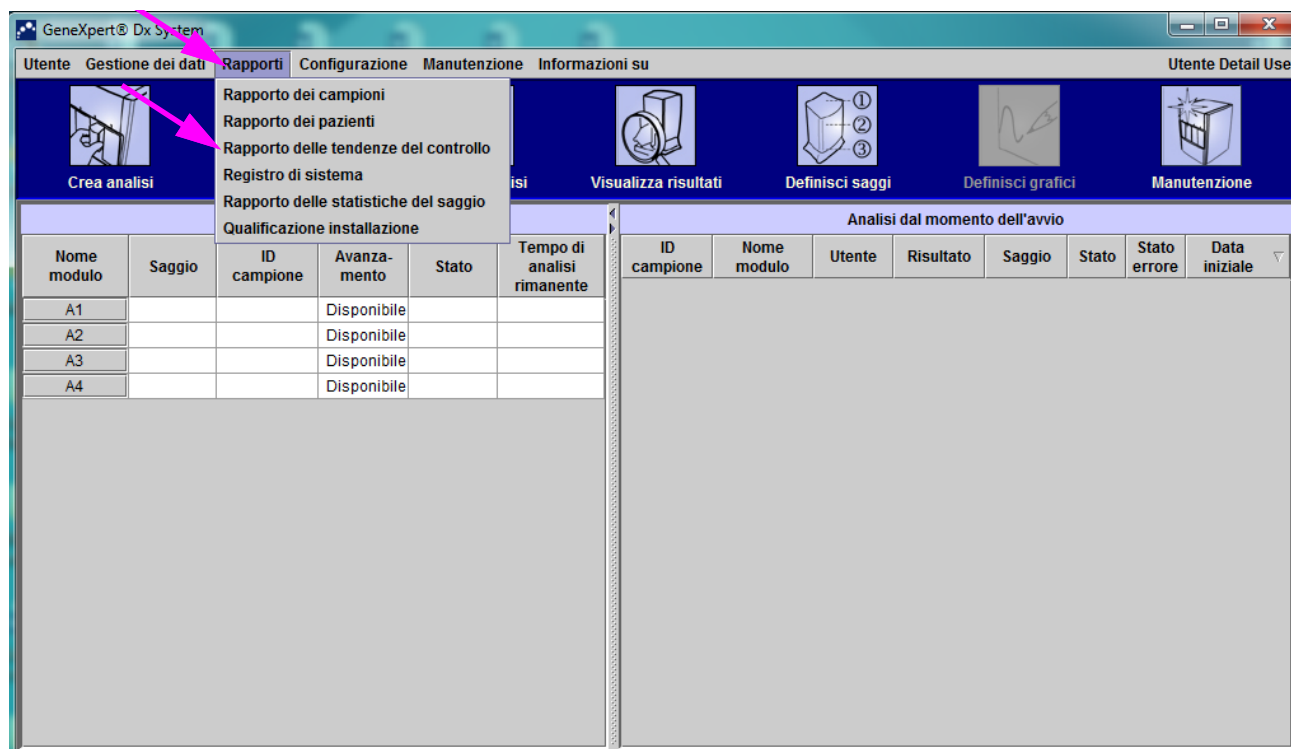

Figura 6-1. Schermata GeneXpert Dx System con il menu Rapporti
1. Nella finestra GeneXpert Dx System del menu **Rapporti**, fare clic su **Rapporto delle tendenze del controllo** (vedere la Figura 6-1). Viene visualizzata la finestra di dialogo Rapporto delle tendenze del controllo. Vedere la Figura 6-2.